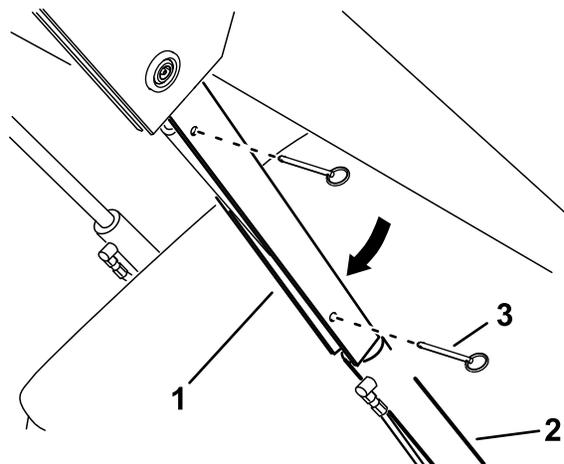

Рисунок 39
5. Поместите замок на шток гидроцилиндра подъема (Рисунок 39).